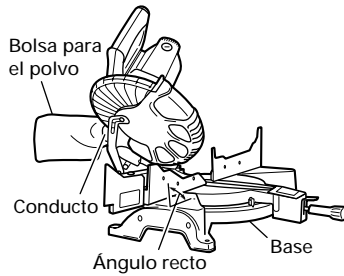

Fig. 36
- (1) Cuando la bolsa para el polvo esté llena de polvo, dicho polvo saldrá soplado de la bolsa para el polvo cuando gire la hoja de sierra. Compruebe periódicamente y vacíe la bolsa para el polvo antes de que se llene.
- (2) Durante el corte en bisel y compuesto, fije la bolsa para el polvo en ángulo recto con relación a la superficie de la base como se muestra en la Fig. 36.